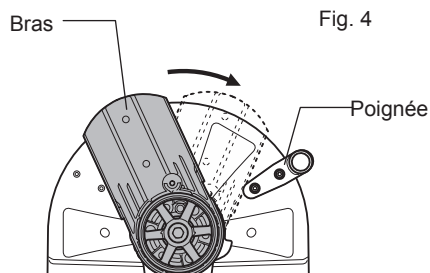

Fig. 4
- Faites pivoter le bras jusqu'à ce qu'il touche la poignée, puis remplacez manuellement l'arbre de verrouillage à sa position initiale. (Fig. 4)